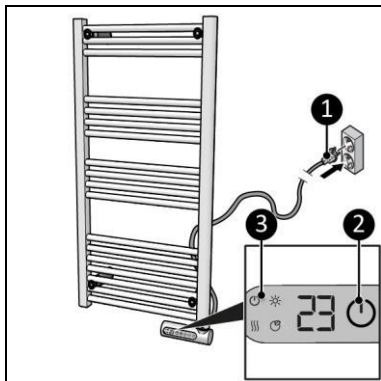

Figura 10
2. Introduceți ștecărul (Figura 10, poz. 1) într-o priză de perete, ușor accesibilă. Utilizați o priză cu putere minimă de 800 Watt.
3. Indicatorul ON/OFF se va aprinde (Figura 10, poz. 3).
1. Apăsați butonul ON/OFF pentru a porni dispozitivul (Figura 10, poz. 2). Afișajul va reda temperatura setată.
1. Apăsați butonul ON/OFF (Figura 10, poz. 2) pentru a pune dispozitivul în modul așteptare.
2. Deconectați ștecărul de la priză (Figura 10, poz. 1).